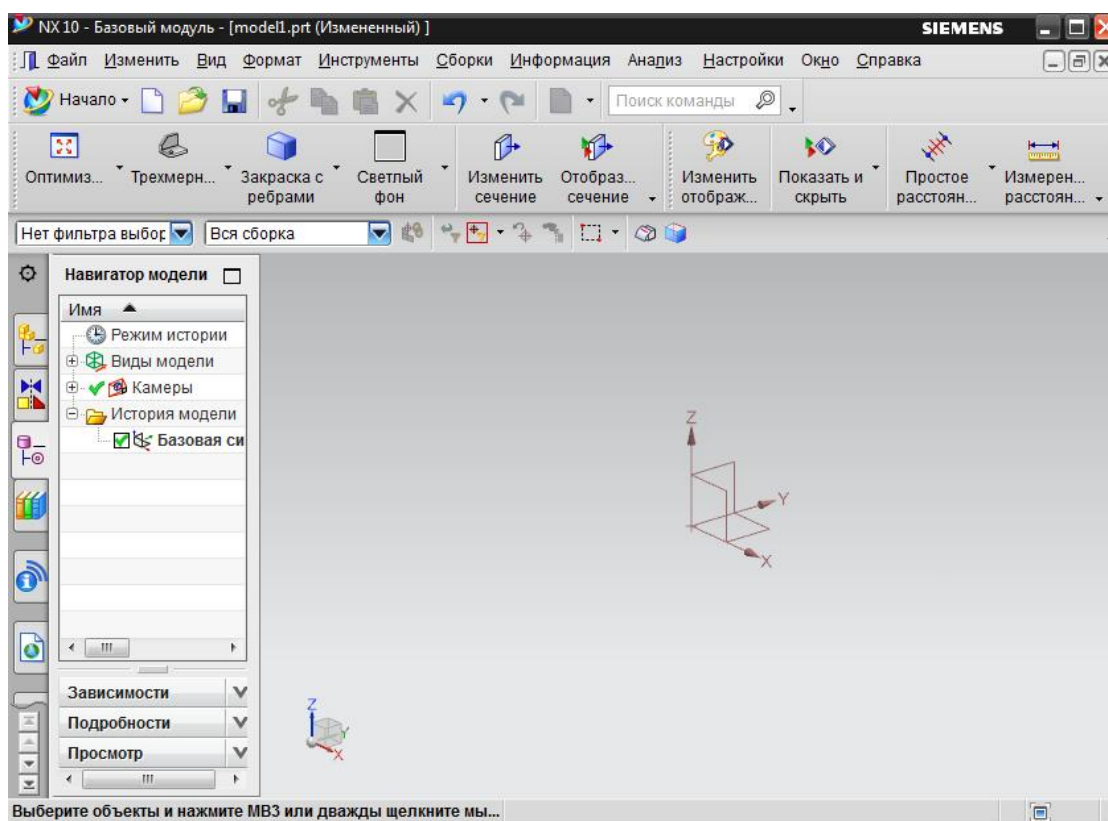

Рис. 1.1 Базовый модуль
**Базовый модуль NX.** Этот модуль открывается при первом запуске системы. Этот модуль является основным в системе. В нем не производится никаких геометрических построений или операций над моделями. Его главной функцией является обеспечение связи между всеми модулями NX, а также просмотр существующих моделей. Внешний вид окна модуля представлен на рис.1.1. Здесь можно производить следующие действия: создать новый файл, открыть существующий файл или запустить одно из приложений NX.